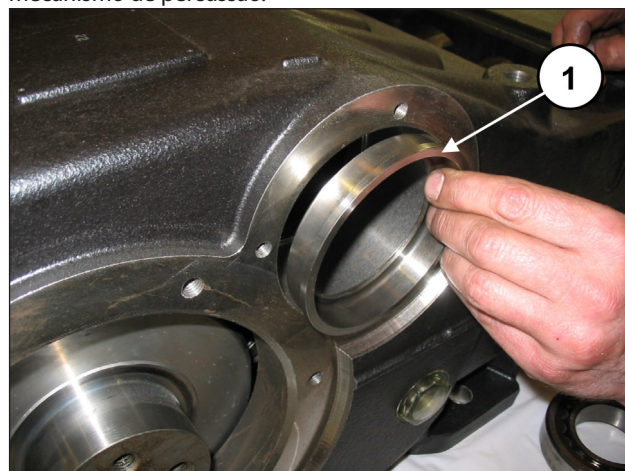
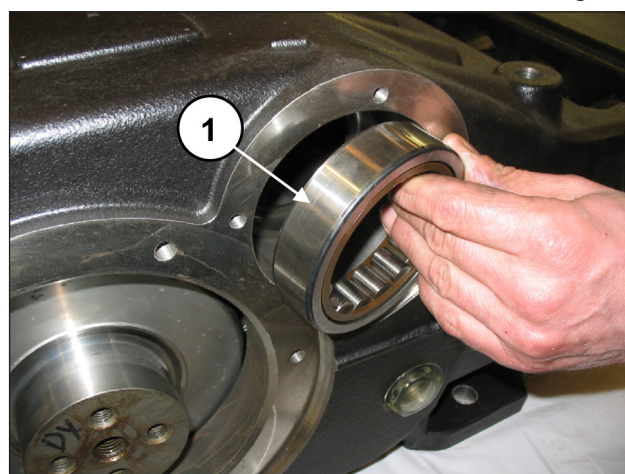

Fig. 53
Fig. 54
De um lado do carter, insira a bússola de lubrificação dos rolamentos (pos. ①, Fig. 53), e um anel externo do rolamento (pos. ①, Fig. 54), mediante o uso de uma tampa e do mecanismo de percussão.